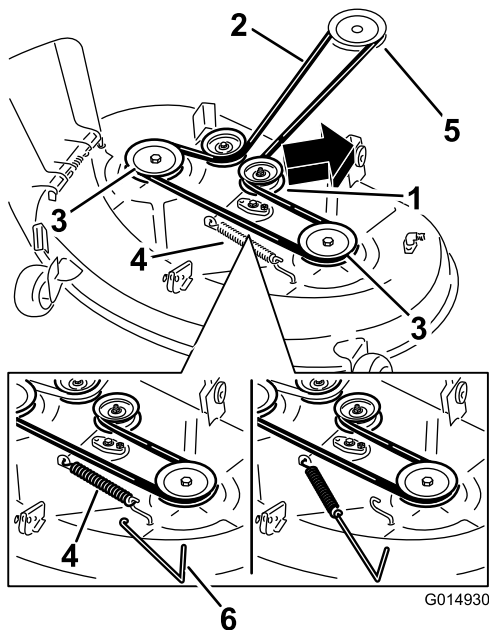
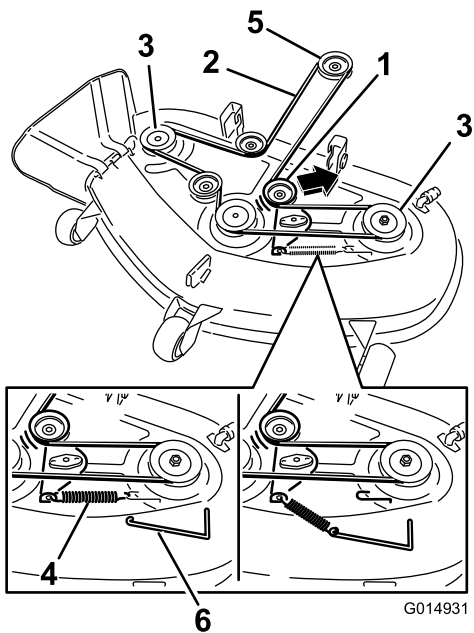

Figura 66
Figura 67
6. Usando una herramienta para la retirada de muelles (Pieza Toro 92-5771), retire el muelle tensor del gancho de la carcasa para eliminar la tensión de la polea tensora, y retire la correa de las poleas (Figura 66 y Figura 67).
7. Pase la correa nueva alrededor de las poleas del motor y del cortacésped (Figura 67).
8. Usando una herramienta para la retirada de muelles, instale el muelle tensor sobre el gancho de la carcasa y tense la polea tensora y la correa del cortacésped (Figura 66 y Figura 67).